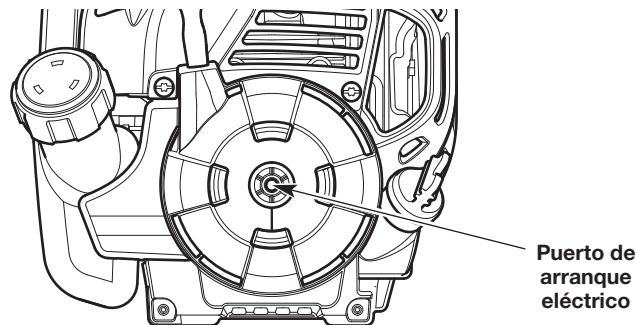

Fig. 14
5. Inserte el accesorio de arranque eléctrico dentro del orificio de arranque eléctrico (Fig. 14). Consulte la sección *Funcionamiento* del manual del operador del accesorio de arranque eléctrico.